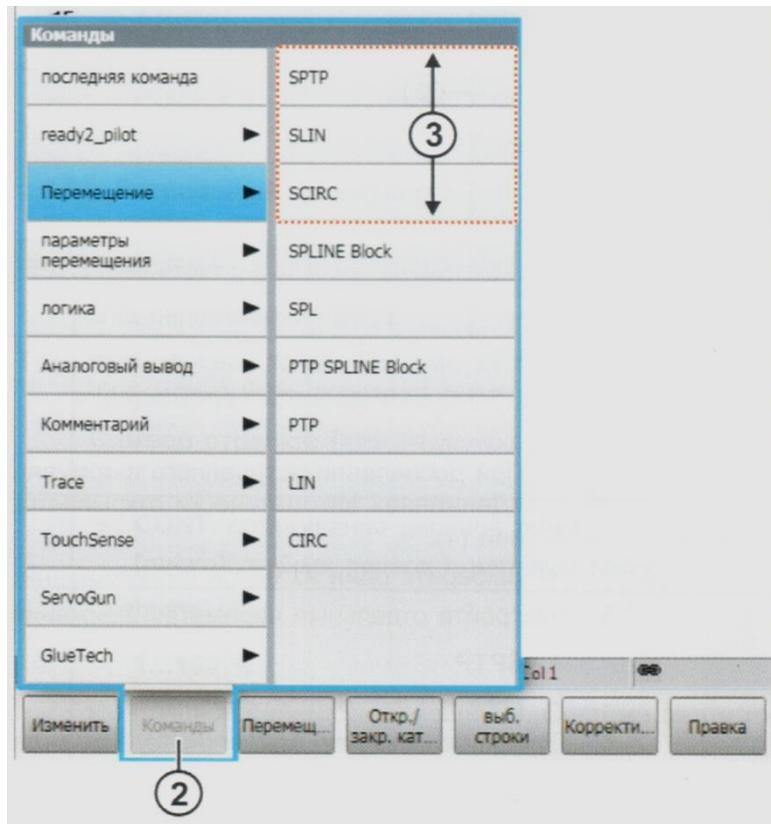
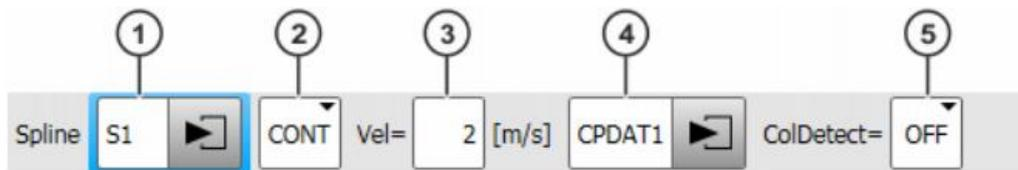
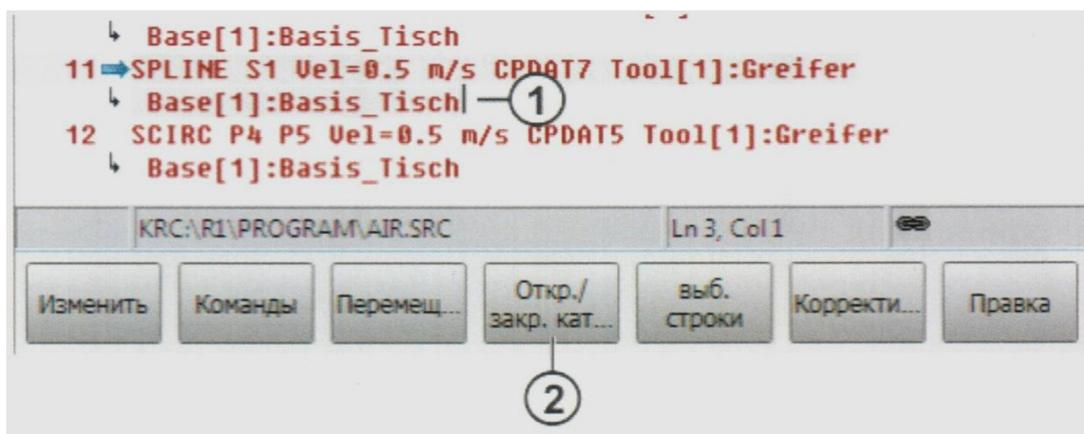

Рис. 3.5 Добавление встроенного формуляра
Рис. 3.9 Встроенный формуляр заголовка **SPLINE Block**
Рис. 3.10 Открытие/закрытие сплайн-блока
мышь, перевести точку **TCP** в целевую точку, если программируется движение **SPTP** или **SLIN**. Далее необходимо вызвать формуляр будущей команды нажатием клавиши **Команды** ((2) на рис. 3.5) и выбором в строке **Перемещение** необходимой команды (3).
Программирование движения по сплайн-траектории начинается с вызова встроенного формуляра **SPLINE Block** (Рис. 3.5). При этом точка **TCP** должна находиться в начале сплайн-траектории. Встроенный формуляр заголовка **SPLINE Block** представлен на рис. 3.9.
Все поля в заголовке блока настраиваются так же, как показано в табл. 3.3. Все промежуточные точки, входящие в сплайн-блок, записываются командой **SPL** (рис. 3.5) перед командой закрытия блока **ENDSPLINE**. Через некоторое время после закрытия сплайн-блока его содержимое (кроме заголовка) скрывается. Для того, чтобы его снова открыть, необходимо навести курсор на заголовки сплайн-блока (1) (рис. 3.10) и нажать клавишу **Откр./закр. кат...** (2).